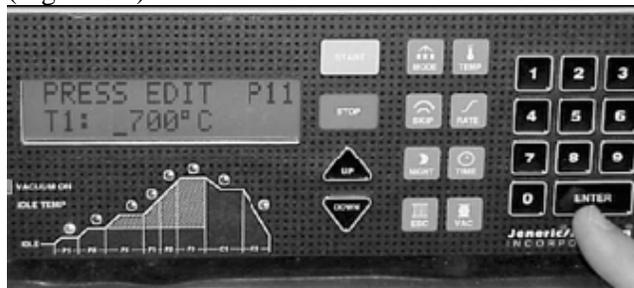

Figura 6A. Introduzca T1 temperatura de inicio y pulse **ENTER**
5. Para programar su T1 (temperatura de Inicio) introduzca la temperatura deseada, a continuación, pulse la tecla **"ENTER"** (Figura 6A).